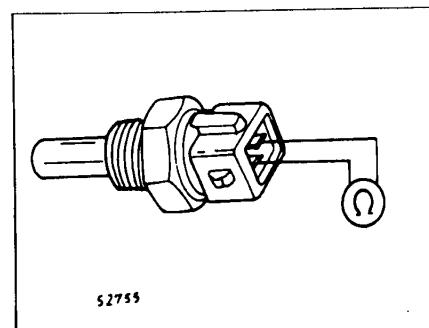

Рис. 10 Проверка датчика температуры охлаждающей жидкости
- Поместите измерительную часть датчика в емкость с водой с известной температурой и проверьте сопротивление датчика по опорным точкам, рис. 10.